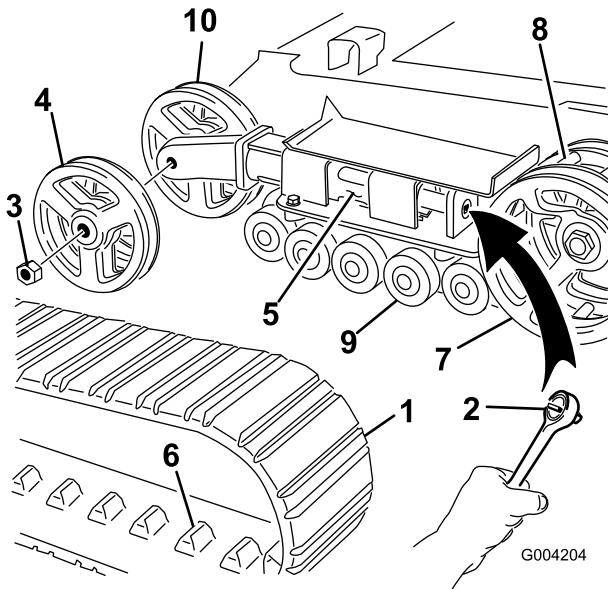

Bild 44
- Lösen Sie die Antriebsspannung mit einem Sechskantschlüssel (1/2 Zoll), indem Sie die Spannschraube nach rechts drehen (Bild 42 und Bild 44).
5. Drücken Sie das Spannrad zur Rückseite der Maschine, um den Druckschlauch gegen den Rahmen zu bewegen (Bild 44). (Wenn es den Rahmen nicht berührt, drehen Sie die Spannschraube so lange, bis es funktioniert.)
6. Nehmen Sie die Mutter ab, mit der das äußere Spannrad befestigt ist. Nehmen Sie das Rad ab (Bild 44).
7. Nehmen Sie die Kette ab (Bild 44).
8. Nehmen Sie die Mutter ab, mit der das innere Spannrad befestigt ist. Nehmen Sie das Rad ab (Bild 44).
12. Setzen Sie das innere Spannrad ein und befestigen Sie es mit der vorher abgenommenen Mutter (Bild 44).
die Distanzstücke in der Mitte des Antriebsrads passen (Bild 44).
15. Setzen Sie das äußere Spannrad ein und befestigen Sie es mit der vorher abgenommenen Mutter (Bild 44).